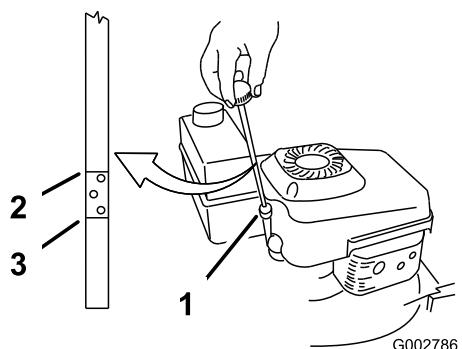

Figura 10
Prima di usare il tosaerba, verificate sempre che il livello dell'olio si trovi fra le tacche Add (rabboccare) e Full (pieno) sull'asta di livello (Figura 10).
2. Pulite attorno all'asta di livello (Figura 10).
6. Rimuovete l'asta e controllate il livello dell'olio sull'asta (Figura 10).